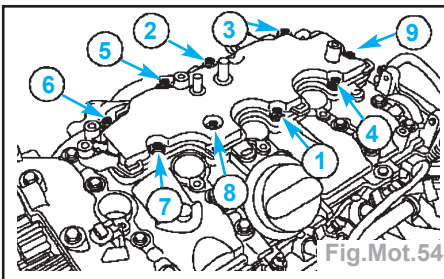

Fig.Mot.54
- Serrer dans l'ordre et aux couples (Fig. Mot.54) :